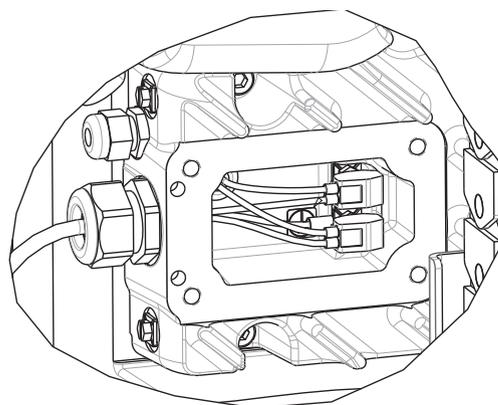

Fig. 38: Fios no alojamento do acionador
- a. Se estiver a utilizar um sistema de abastecimento de êmbolo simples, desligue o interruptor de desativação vermelho (AZ).
- b. Ao usar um sistema de abastecimento do êmbolo de tandem, desligue o interruptor de desativação vermelho (AZ) apenas na unidade de abastecimento do êmbolo de onde está a ser retirado o acionador.
4. Desligar a alimentação do acionador (AB):
- a. Remova a tampa do alojamento do acionador (HC).
- b. Desligue os fios no interior do alojamento do acionador. Consulte a FIG. 38.